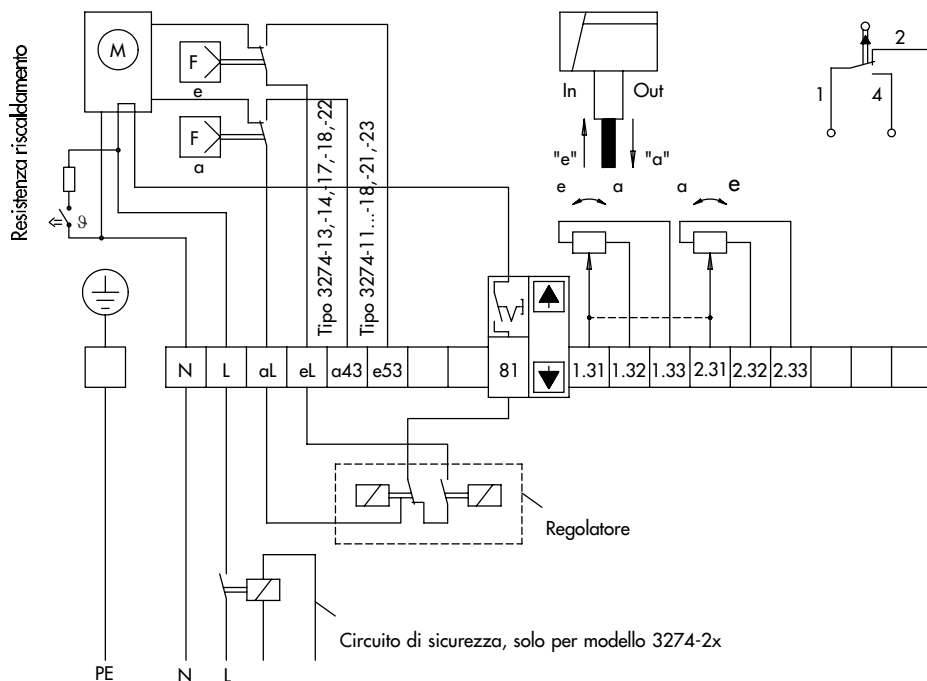

Fig. 4 · Schema inserzione per attuatori senza posizionatore
Dopo la pressione del pulsante, l'attuatore segue di nuovo il segnale del regolatore. Tale segnale può essere interrotto aprendo il morsetto di separazione (81 da fig. 4 a 6).
**Attuatore elettrico (Figure 4 e 5)**